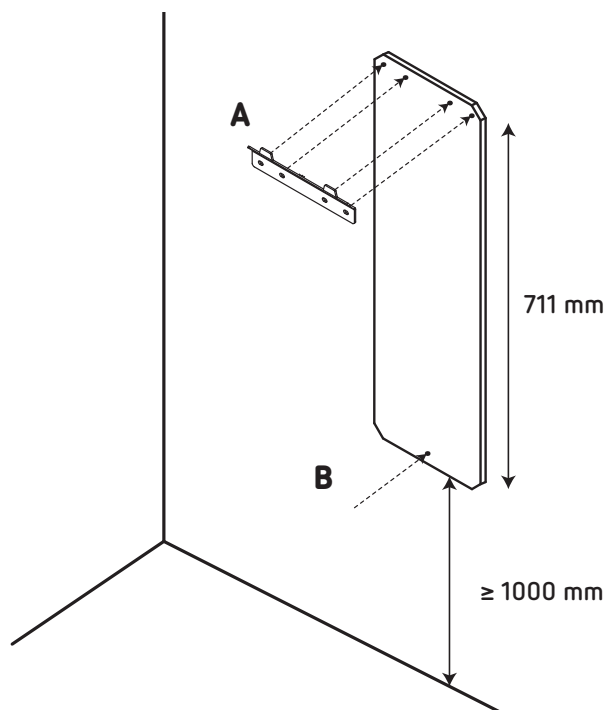

Figura 8: Fijación de las placas.
A.- Utilice la plantilla suministrada para marcar y perforar los puntos de fijación e instale la placa correctamente en la pared, **Figura 8**.
B.- Marque y taladre el orificio inferior para la posterior fijación del equipo, **Figura 8**.